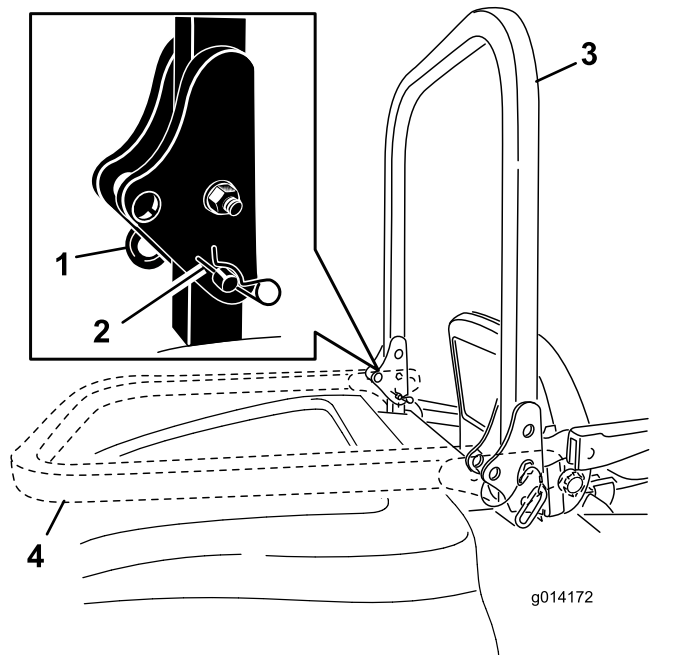

Рисунок 18
2. Извлеките 2 игольчатых шплинта и снимите 2 пальца (Рисунок 18).
3. Поднимите защитную дугу в вертикальное положение (Рисунок 18).
4. Закрепите защитную дугу с помощью 2 пальцев и 2 игольчатых шплинтов (Рисунок 18).
1. Извлеките игольчатые шплинты, нажмите на защитную дугу вперед, преодолевая усилие пружин, и извлеките 2 пальца (Рисунок 18).
2. Опустите защитную дугу в нижнее положение (Рисунок 18).
3. Вставьте 2 пальца в поворотные пластины и закрепите пальцы 2 игольчатыми шплинтами (Рисунок 18).